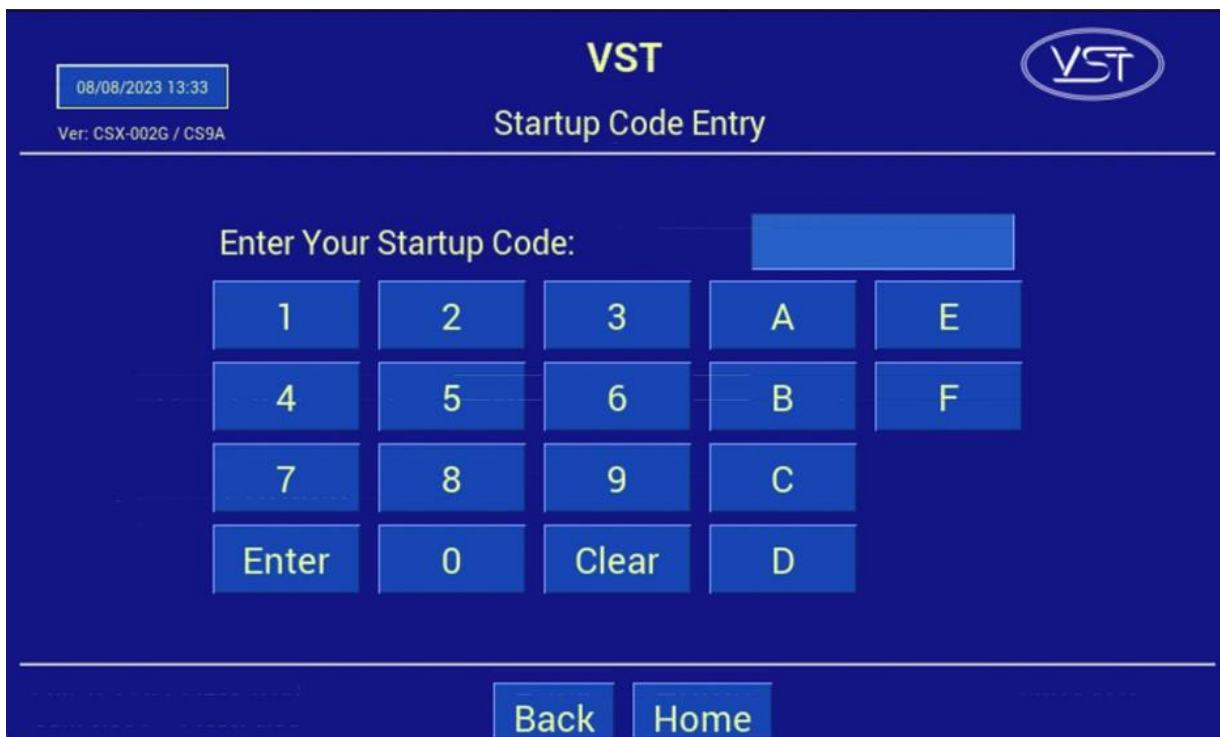

Figura 6-10: Pantalla de contraseña de inicio
8. En la pantalla del código de verificación, ingrese el código que recibió por correo electrónico, luego presione ENTER. **Vea la figura 6-10**.